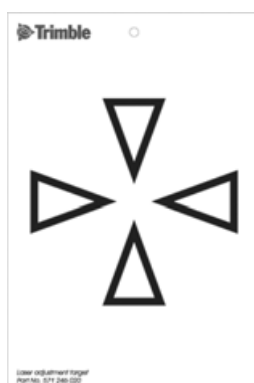

Рисунок 4.4. Юстировочный отражатель для тахеометра Trimble S7
3. Если красное лазерное пятно лежит вне сетки нитей, отрегулируйте направление луча так, чтобы оно совпало с сеткой нитей, см. рис. 4.4.